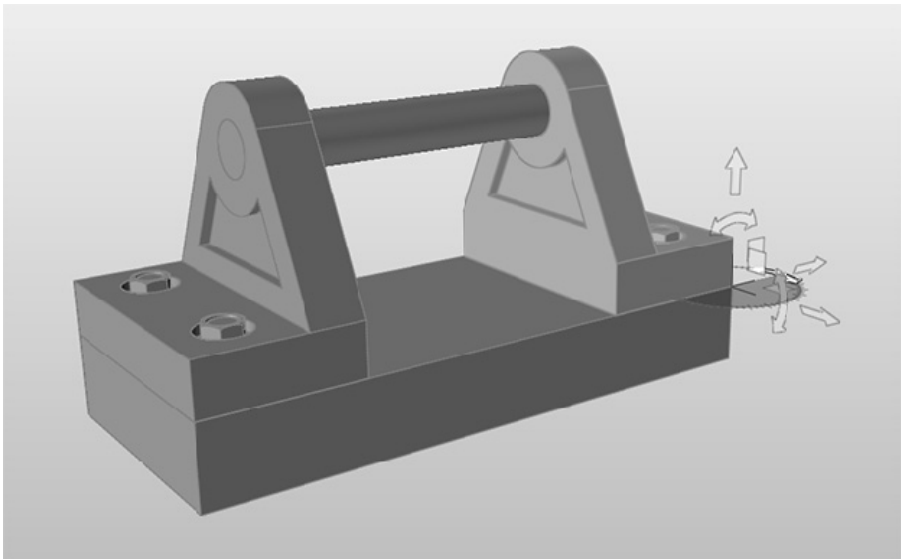

图 3-29
9) 在文本框中输入“180”, 然后按〈Enter〉键确认, 该零件将会旋转 180° , 如图 3-29 所示。